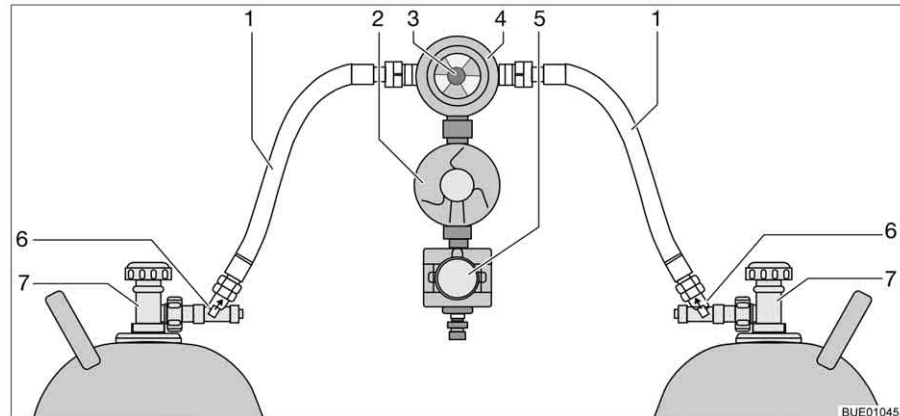

Bild 99 Crash-Protection-Unit-Umschaltanlage
Die Crash-Protection-Unit besteht aus zwei Durchflussbegrenzern mit manueller Entriegelung (Bild 99,6), einem Umschaltventil (Bild 99,4) mit Druckregler (Bild 99,2), einem Elektroventil (Bild 99,5) und der Bedieneinheit mit dreifarbiger LED. Das Umschaltventil ist zwischen den beiden Gasschläuchen (Bild 99,1) montiert.
Mit dem Drehknopf (Bild 99,3) am Umschaltventil lässt sich bestimmen, welche der Gasflaschen als Betriebsflasche und welche Gasflasche als Reserveflasche verwendet wird.
An der Bedieneinheit (Bild 100) können nur die elektrischen Funktionen geschaltet werden. Die Haupt-Absperrventile der Gasflaschen (Bild 99,7) und die Entriegelungen (Bild 99,6) müssen von Hand geöffnet werden.
- Haupt-Absperrventile an den Gasflaschen (Bild 99,7) öffnen.
- Entriegelungen (Bild 99,6) nacheinander 10 Sekunden lang drücken.
- Mit dem Drehknopf (Bild 99,3) am Umschaltventil (Bild 99,4) die Gasflasche wählen, der vorrangig das Gas entnommen werden soll (Betriebsflasche).
- Haupt-Absperrventile an den Gasflaschen (Bild 99,7) schließen.